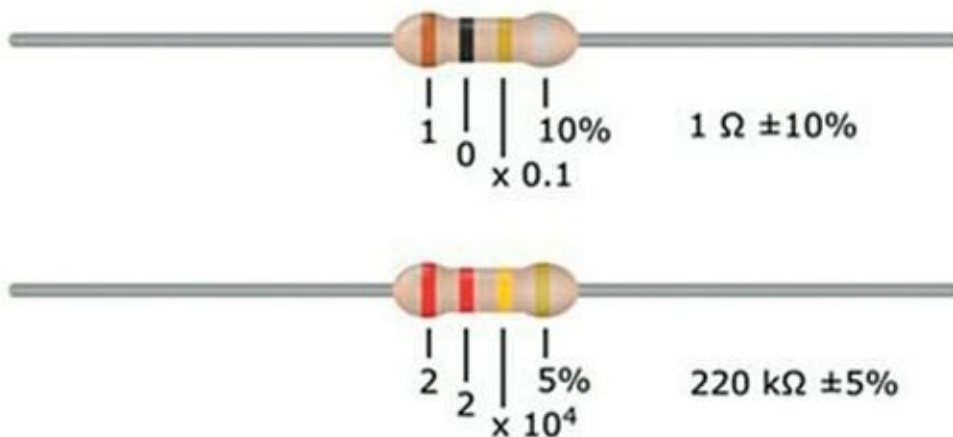

FIGURE 5-10 Décodez la série de bandes colorées pour déterminer la résistance.
- » **Rouge-rouge-jaune-or** : Des bandes rouge (2), rouge (2), jaune (4 zéros) et or ($\pm 5\%$) (voir Figure 5-10, partie supérieure) indiquent une résistance nominale de 220 000 Ω , ou 220 k Ω , cette valeur pouvant, en réalité, varier de 5 % dans un sens ou dans un autre. Il s'agit donc d'un élément dont la résistance est comprise entre 209 k Ω et 231 k Ω .
- » **Marron-noir-or-argent** : Des bandes marron (1), noire (0), or (0,1) et argent ($\pm 10\%$) (voir Figure 5-10, partie inférieure) indiquent une valeur de $10 \times 0,1 = 1\ \Omega$, cette valeur pouvant varier de 10 %. La résistance réelle est donc comprise entre 0,9 Ω et 1,1 Ω .